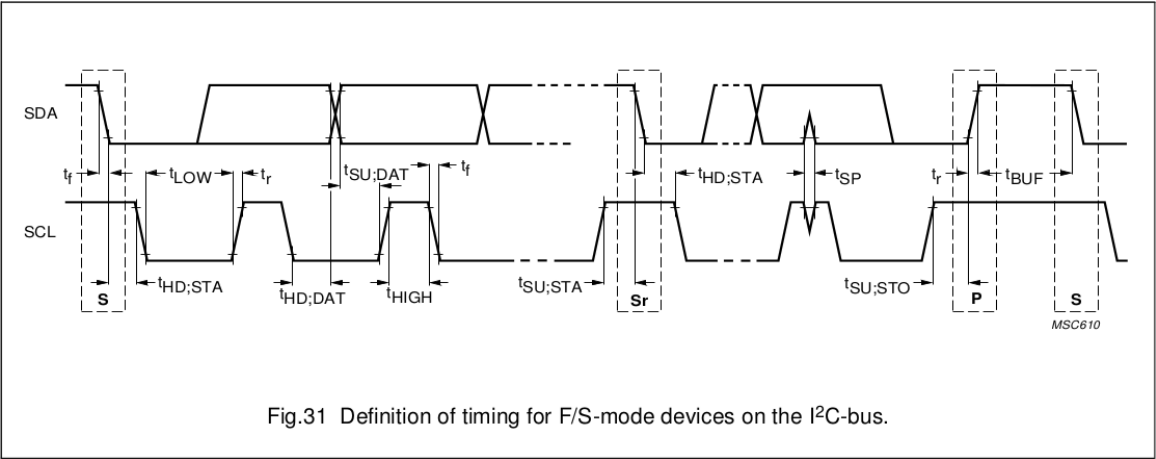

图 26.3-3. I2C 协议时序（引自 The I2C-bus specification Version 2.1 Fig.31）
- SCL 时钟控制器 SCL_FSM：用来产生满足 I2C 协议的 SCL 时钟。图 26.3-3 和表 26.3-1 是 I2C 协议的时序图和对应的参数表。